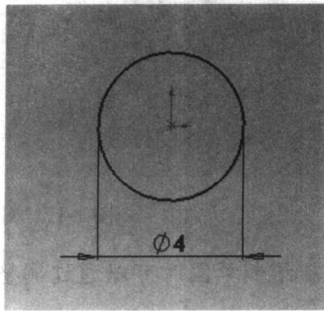

图 1-22 绘制的圆
- (1) 打开中文版 SolidWorks 2007, 建立一个新零件文件。
- (2) 在“设计树”管理器中选择“右视基准面”, 然后将视图设置为“正视于”视图, 使用“圆”工具(⊙)绘制一个圆, 生成草图 1, 如图 1-22 所示。然后单击草图绘制按钮(☑), 退出草图。